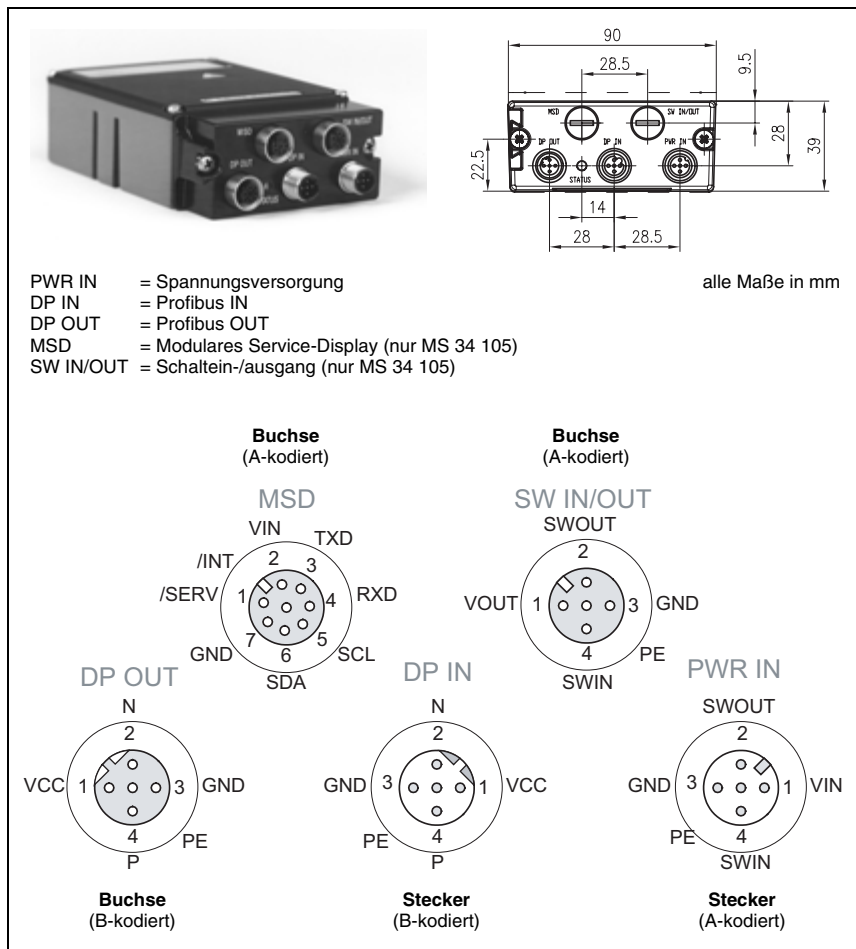
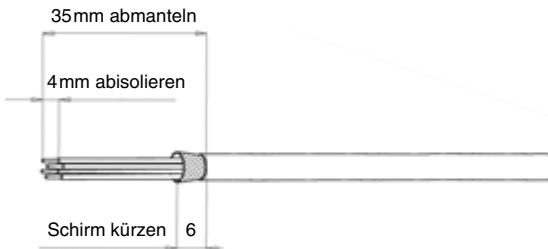

Bild 6.6: Anschlussbelegung BCL 34 mit MS 34 103 / MS 34 105
Bild 6.7: Montage Profibus-Steckverbinder
- Konus bis zur Mantelkante vorschieben und das Schirmgeflecht auf den Konus zurück stülpen (③ in Bild 6.7).
- Litzen durch die Steckerhülse führen und hintere Verschraubung mit der Steckerhülse verschrauben und aus Gründen der Dichtigkeit fest anziehen (④ in Bild 6.7)
- Litzen entsprechend Bild 6.6 bzw. Tabelle 6.3 anschließen und Steckerkopf mit der Steckerhülse festverschrauben (⑤ in Bild 6.7).
- ① Steckverbinder **KD 02-5-SA** oder **KD 02-5-BA**